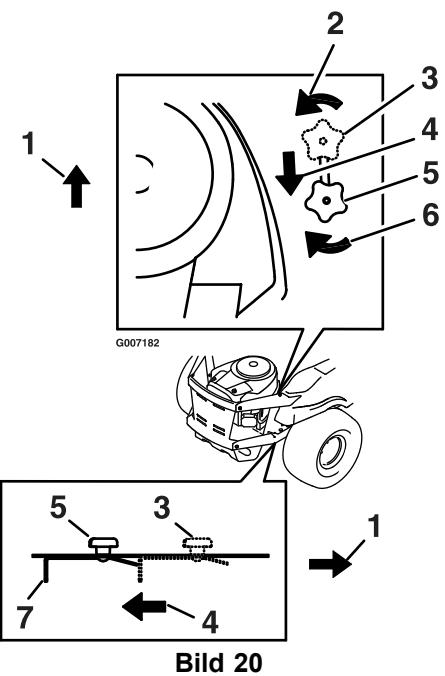

Bild 20
3. Finden Sie die Sicherheitslösehandräder an jeder Seite des Motordecks (Bild 20).
4. Drehen Sie das Handrad nach links, um es zu lösen. Ziehen Sie dann den Lösehebel an der Unterseite der Maschine (Bild 20) zum Heck der Maschine und ziehen Sie das Handrad fest, um den Lösehebel in der gelösten Stellung zu arretieren. Wiederholen Sie die Schritte an jeder Maschinenseite.
Lösen Sie das Sicherheitshandrad, drücken Sie die Lösehebel nach vorne und ziehen Sie das Handrad wieder fest, um das Antriebssystem einzukuppeln (Bild 20).